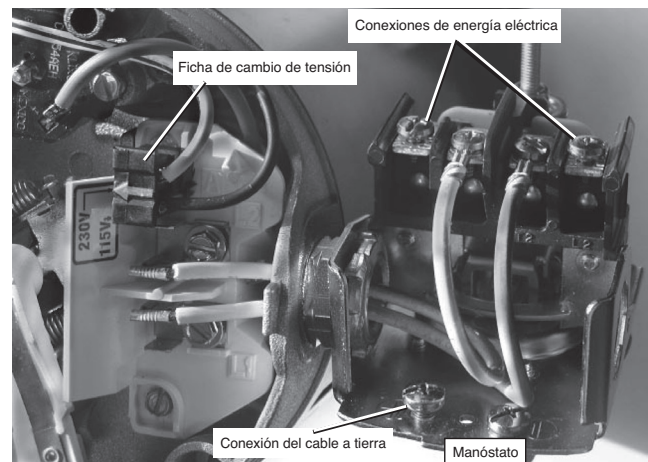

Figura 6 - Tensión configurada a 230 V, tipo ficha
4. Conecte los conductores de admisión de energía eléctrica a los dos tornillos exteriores en el manóstató, como se ilustra en la Figura 6.
5. Conecte el cable a tierra a una de las conexiones de puesta a tierra, ilustradas en la Figura 6.
4. Conecte los cables de suministro de energía al manóstat como se ilustra en la Figura 6.